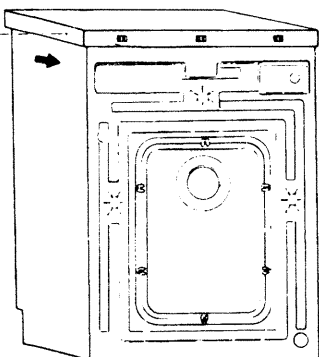

Fig. 13
- 1/ Smontare il piano di lavoro del suo apparecchio (Fig. 13) svitando le viti A; dia al piano di lavoro un piccolo colpo indietro e il piano di lavoro si staccherà facilmente.
- 1/ Desmonte la encimera de su lavadora (mesa de trabajo) (Fig. 13) soltandolos tornillos A y de a la encimera un ligero golpe hacia atrás. La encimera se desprenderá suavemente.